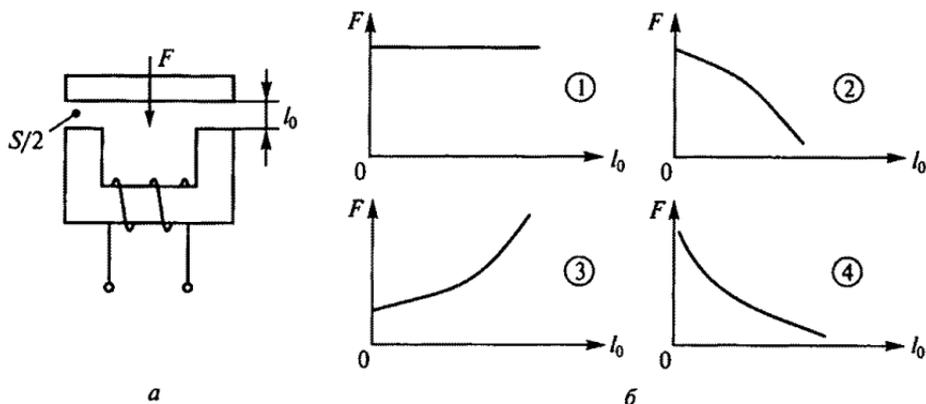

Рис. 60
2.36.Р. Сила F , действующая на якорь электромагнита при постоянной МДС обмотки, показанной на рис. 60, *a*, зависит от размера воздушного зазора l_0 . Какой из четырех графиков на рис. 60, *б* правильно отражает эту зависимость? (Считать, что сердечник не насыщен.)